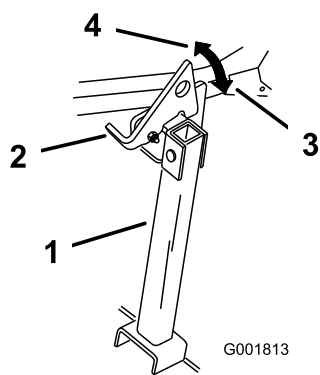

Figura 36
2. Levante o trinco para a posição desbloqueada (Figura 36).